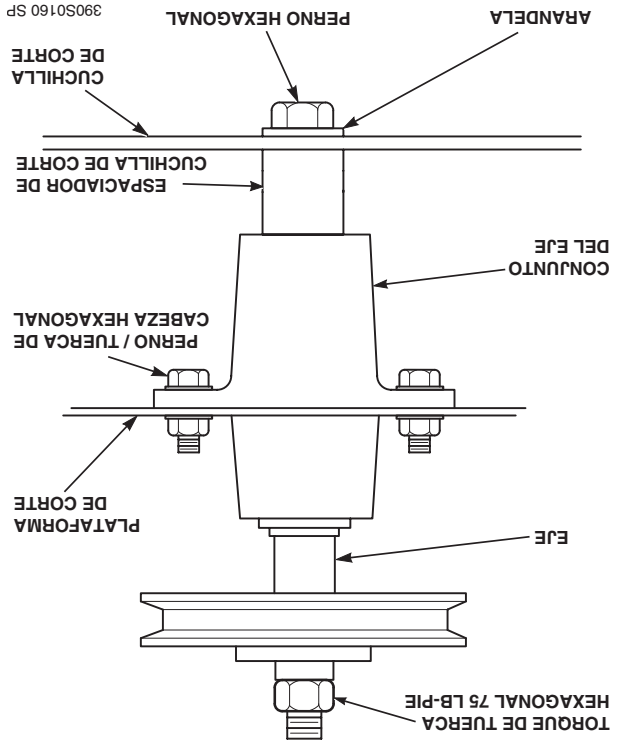

Figura 7-10 Reemplazo de la cuchilla
6. Instale la tuerca hexagonal en el perno de la cuchilla en la parte superior del eje de corte. Evite el giro de las cuchillas con un apriete de 75 lbs-pie. (Vea la Figura 7-10).